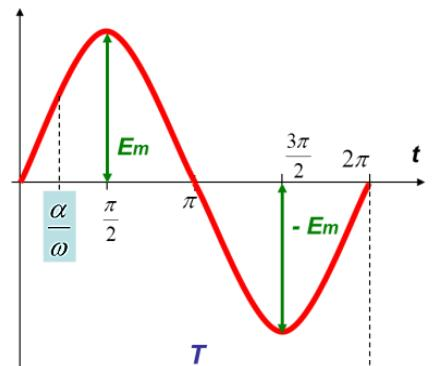

рис.3
1. *Период T* (рис.3) – время, в течение которого происходит весь цикл изменения переменных ЭДС, тока или напряжения; измеряется в секундах (с).
4. *Амплитудные значения тока I_m , напряжения U_m , эдс E_m* (рис.3) – максимальные значения мгновенных величин тока, напряжения и ЭДС.